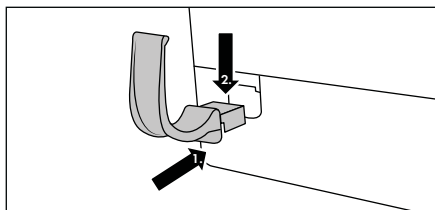

Fig. 1
- ◆ Introduceți suportul pentru furtun **16** în orificiul aparatului și împingeți-l în jos pentru a-l fixa în poziție (a se vedea fig. 1).